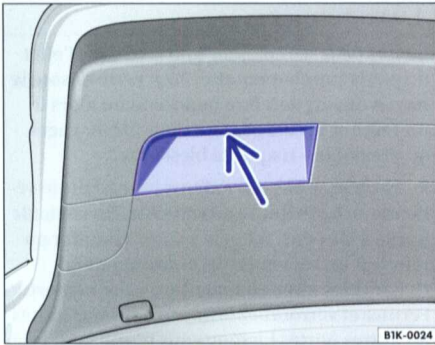

Fig. 29 Détail du revêtement intérieur du hayon : poignée concave pour la fermeture
– Passez la main dans l'une des poignées concaves ⇒ fig. 29 (flèche) situées dans le revêtement intérieur du hayon ⇒ ⚠ et tirez le hayon vers le bas.